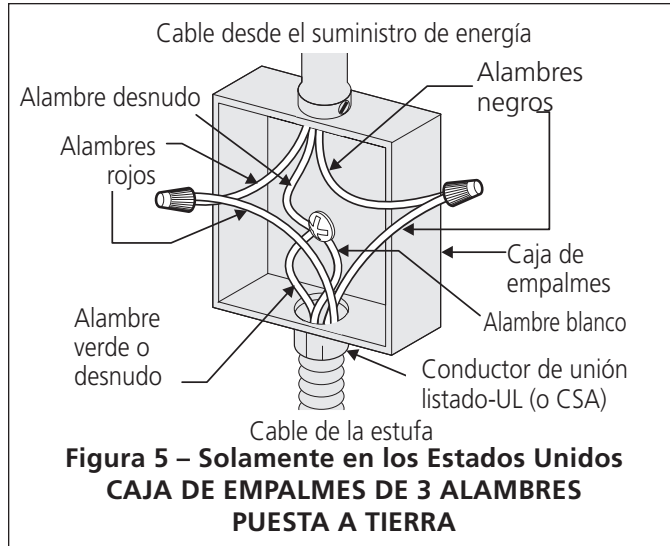

**Figura 4 – Solamente en los Estados Unidos
Este electrodoméstico está fabricado con un suministro eléctrico neutro blanco y un alambre de cobre conectado al armazón. El armazón esta puesto a tierra por un enlace de la conexión a tierra con la conexión del neutro al final de la línea eléctrica, si es usado en los estados unidos una nueva instalación de circuito de bifurcación (1996 NEC), casa rodante, vehículos recreacionales, o donde los códigos locales no permitan poner a tierra mediante el neutro (blanco) o en Canadá, desconectar la conexión blanca de la verde y utilizar la conexión a tierra para poner a tierra la unidad de acuerdo a los códigos locales, conectar el neutro al circuito de bifurcación- conductor neutro de manera usual. Ver Figuras 6 o 7. Si su electrodoméstico va a ser conectado a una caja de conexión puesta a tierra de 3 cables (en los estados unidos solamente), donde los códigos locales permitan conectar el conductor de poner a tierra-electrodoméstico con el neutro (blanco) ver Figura 4 o 5.
Si su cocina tiene un cable de 3 hilos que debe conectarse a una caja de juntas con conexión a tierra de 3 hilos (ver figura 4):
2. En el caja de juntas: conectar el aparato y los cables residenciales como se muestra en la figura 4.